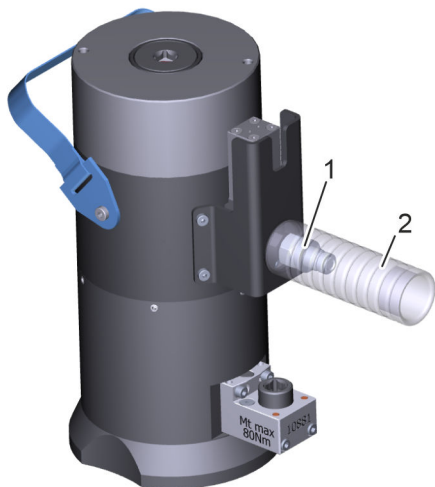

Рис. 20: Отвинчивание держателя
4. ➤ Для обеспечения доступа к разъему для гидравлического шланга (Рис. 20/1) необходимо отвинтить держатель (Рис. 20/2).
13. ▶ Привинтить держатель (Рис. 20/2).